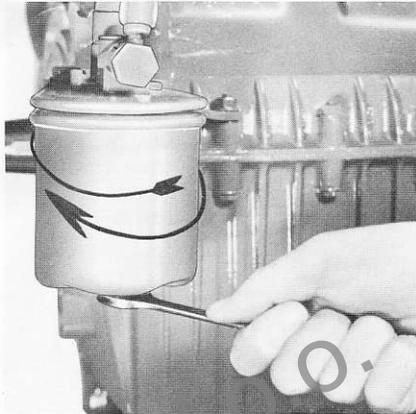

Fig. 8
- Sostituire la cartuccia filtro combustibile (Fig. 8).